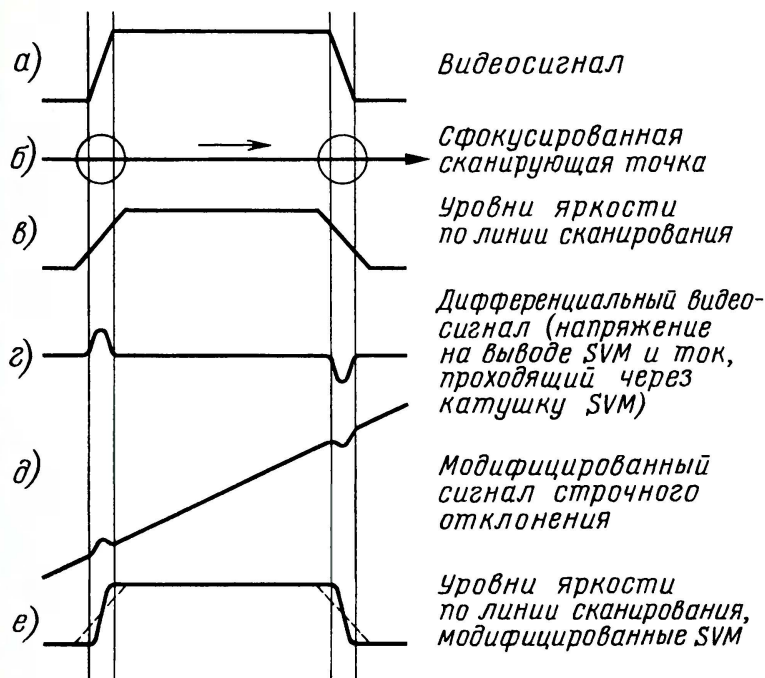

Рис. 7
можно включить модуляцию скорости строчной развертки. Метод и узел называют SCAVEM (SVM), что означает — модуляция (M) скорости (VE) развертки (SCA). Принцип его действия иллюстрируют диаграммы на рис. 7. Строчный ток, проходящий через отклоняющую систему (рис. 7,а—в), модулируется дополнительным дифференциальным видеосигналом (рис. 7,г) так, что ток увеличивается по сравнению с обычным в начале перепада от черного к белому и снижается до обычного во второй его половине. Во время спада импульса модуляция скорости развертки меняет знак (рис. 7,а—г). Ток, протекающий через отклоняющую систему, изменяется в соответствии с рис. 7,д. В результате длительность перепадов в видеосигнале сокращается так, как видно на рис. 7,е.